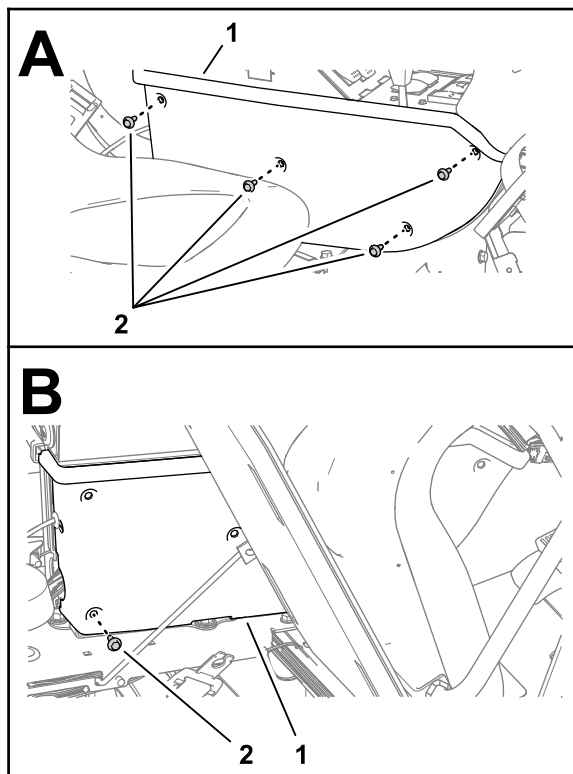

Figure 176
1. Fixez le panneau latéral au cadre de la console (Figure 176) avec 4 vis à embase ( $\frac{1}{4} \times \frac{3}{4}$  po).
2. Basculez le siège en avant et installez la vis à embase inférieure arrière (Figure 176).